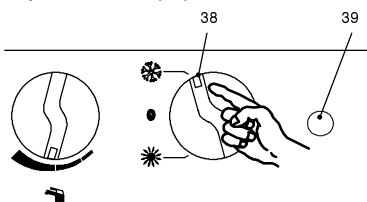

fig. 4.9
18 Posizionare il commutatore di funzione (38) come in fig. 4.9